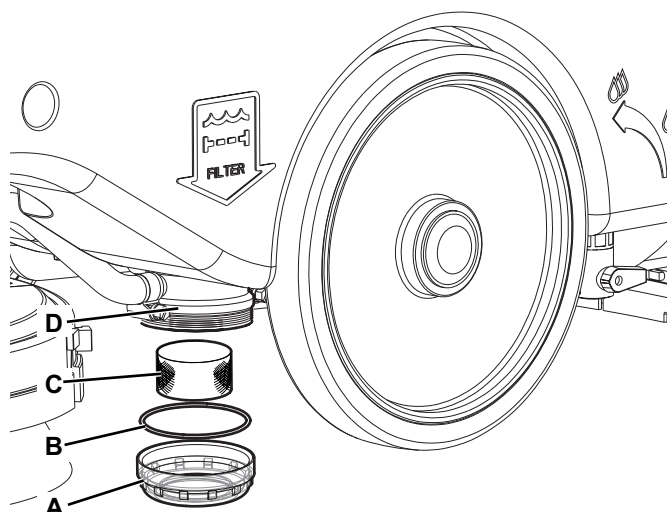

Рис. 7
1. Опорожните бачок для раствора (15), как показано в соответствующем разделе.
4. Снимите прозрачную крышку (А, Рис. 7), удалите прокладку (В), а затем удалите сетку фильтра (С). Очистьте и установите их на стойке (D).